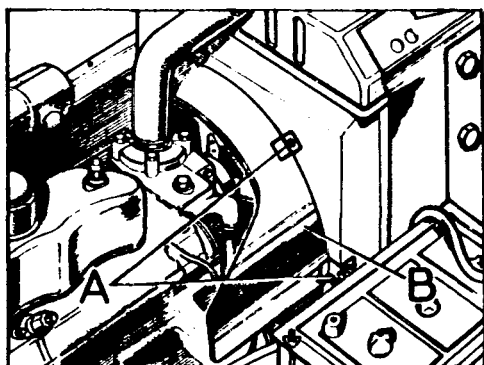

Fig. A1-27 Desmontaje del protector
- 1.3. Desmontar los tornillos, A (Fig. A1-27) y extraer el protector, B.